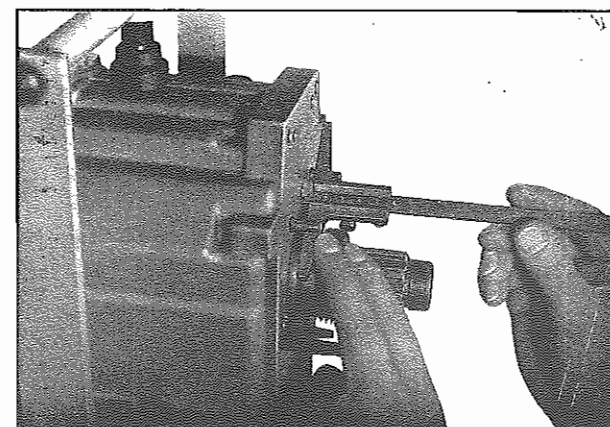

Fig. 52 - Misurare la distanza tra l'estremità del cuscinetto e la superficie di tenuta della scatola
- Con un calibro di profondità misurare la distanza tra l'estremità del cuscinetto e la superficie di tenuta della scatola (Fig. 52).
- Apply depth gauge to measure distance from bearing end to housing sealing surface (Fig. 52).